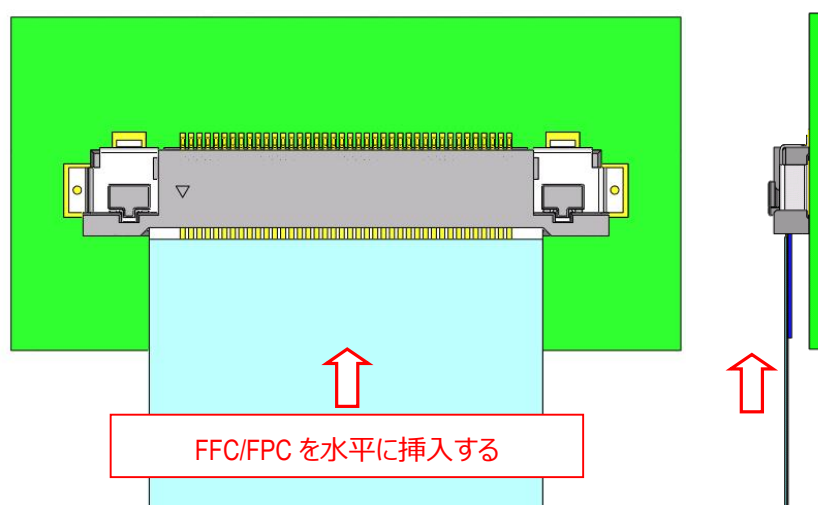

図. 2-3 FFC/FPC 挿入方法 2
- ② 図 2-3 の様に、FFC/FPC をコネクタに対して、水平に挿入していき、奥までしっかり挿入する。